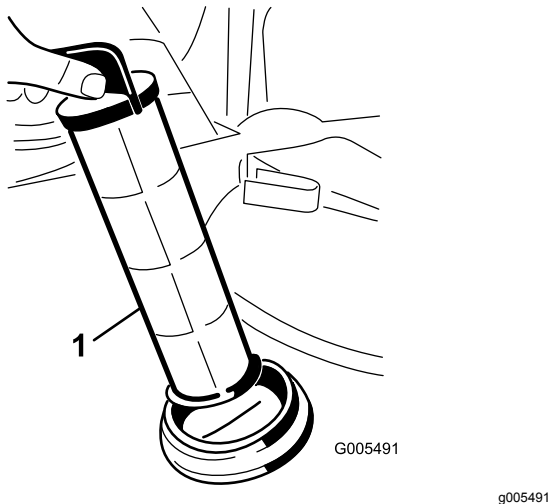

Figure 17
4. Sortez la crépine d'aspiration de son logement dans le réservoir (Figure 17).